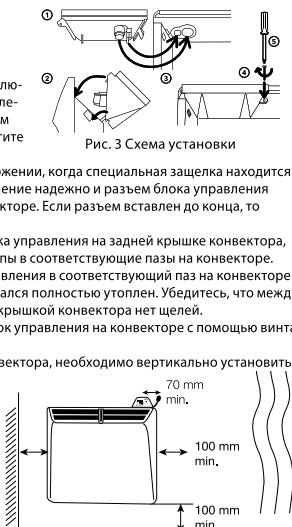

Рис. 4
6. При настенной установке конвектора, необходимо вертикально установить держатель Bullet Sensor с помощью самореза и дюпеля на стена как указано на рис. 4.